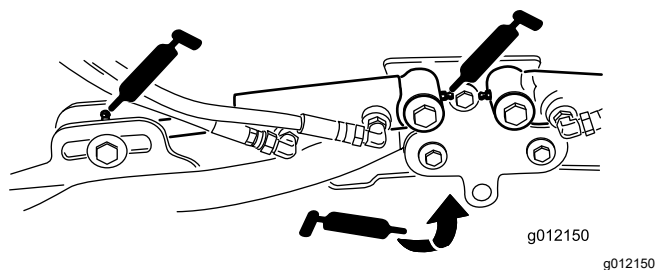

Рисунок 67
- Цилиндры подъемных рычагов режущего блока (по 2 шт.) (Рисунок 67)